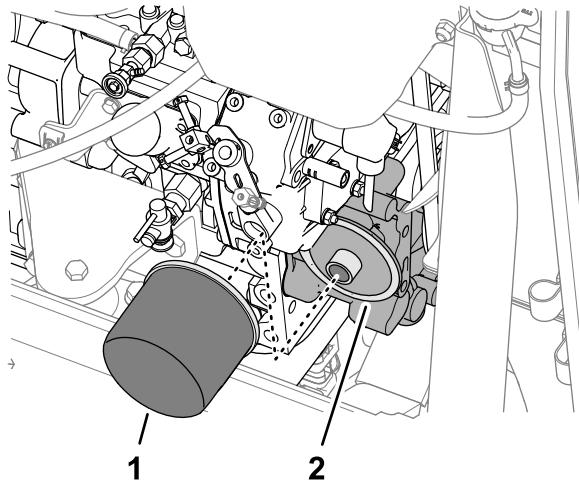

Figure 81
1. Sur le côté gauche du moteur, tournez le filtre à huile dans le sens antihoraire pour le retirer (Figure 81).